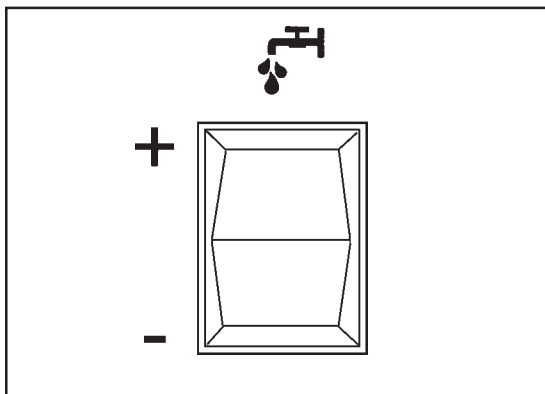
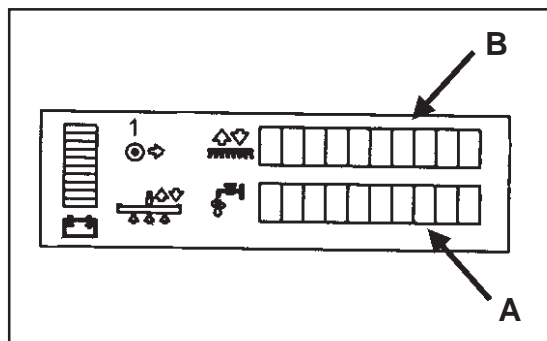
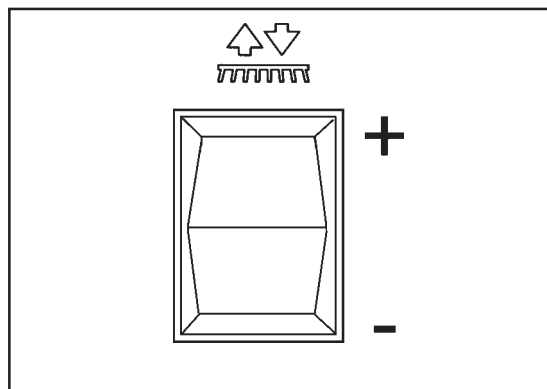

Figure 20
Figure 21
Figure 22
The solution is used to loosen and remove dirt from the floor. The amount of solution applied can be adjusted to five different levels to accommodate many different floor conditions. These different levels are shown on the LCD display on the front of the machine. To adjust the amount of solution applied, use the Solution Flow Switch (figure 20). **NOTE: There are five different settings on the display and they come on two bars at a time. See figure 21, A.**
1. Press the “+” side of the switch (figure 20).
1. Press the “-” side of the switch (figure 20).
The brushes are used to supply agitation for the solution, which improves the cleaning process. The amount of brush pressure applied can be adjusted to five different levels to accommodate many different floor conditions. These different levels are shown on the LCD display on the front of the machine (figure 21, B). To adjust the amount of brush pressure, use the brush up/down switch (figure 22).
1. Press the “+” side of the switch (figure 22).
1. Press the “-” side of the switch (figure 22).
La solution est utilisée pour désincruster et pour retirer la saleté du sol. La quantité de solution appliquée peut être réglée sur cinq niveaux différents afin de s'adapter à tous les sols, quel que soit leur état. Ces différents niveaux sont indiqués sur l'afficheur LCD situé à l'avant de la machine. Pour régler la quantité de solution appliquée, utilisez le commutateur de réglage du débit (figure 20). **REMARQUE : Cinq réglages différents sont proposés par l'afficheur. Voir la figure 21, A.**
1. Appuyez sur le côté « + » du commutateur (figure 20).
1. Appuyez sur le côté « - » du commutateur (figure 20).
Les brosses sont utilisées pour assurer l'agitation de la solution, ce qui améliore le processus de nettoyage. L'importance de la pression appliquée peut être réglée sur cinq niveaux différents afin de s'adapter à tous les sols, quel que soit leur état. Ces différents niveaux sont indiqués sur l'afficheur LCD situé à l'avant de la machine (figure 21B). Pour régler la pression d'applique sur les brosses, utilisez le commutateur des brosses (figure 22).
1. Appuyez sur le côté « + » du commutateur (figure 22).
1. Appuyez sur le côté « - » du commutateur (figure 22).
4. Fill the solution tank with clean water (see figure 22).